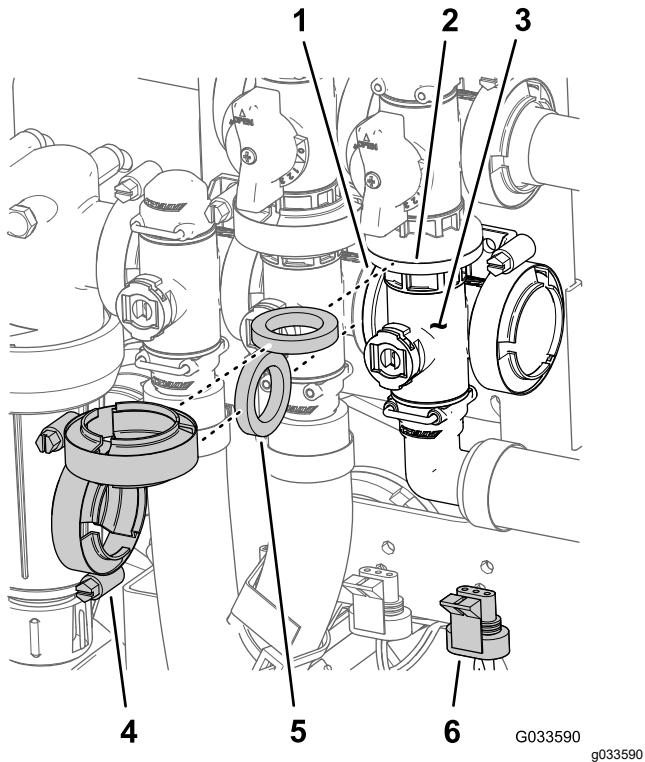

Figura 129
- Alinhe a flange do coletor da válvula da rampa principal, uma junta e a flange da válvula de derivação da rampa principal (Figura 129).
2. Monte o coletor da válvula da rampa principal, junta e válvula de derivação da rampa principal com uma braçadeira de flange bem apertado à mão (Figura 129).
3. Alinhe a flange do coletor da válvula da rampa principal, uma junta e o coletor da válvula de agitação (Figura 129).
4. Monte o coletor da válvula da rampa principal, junta e coletor da válvula de agitação com uma braçadeira de flange e aperte à mão (Figura 129).
7. Monte a válvula de agitação na montagem da válvula com o parafuso de cabeça flangeada e porca de bloqueio flangeada (Figura 129) que removeu no passo 3 de Remoção da válvula do coletor da rampa principal \(página 82\) e aperte a porca e parafuso com 10 a 12 N·m.